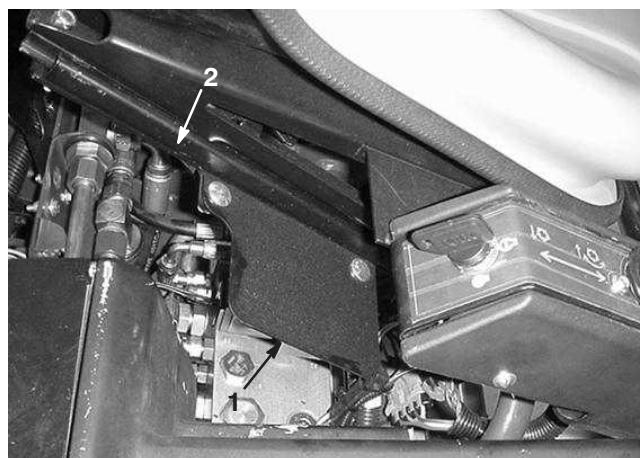

Figure 7
7. Montez la plaque de protection du distributeur hydraulique du côté droit du socle du siège au moyen de 2 boulons de carrossier (5/16 x 5/8 pouce) et écrous. Positionnez la plaque de protection comme illustré à la Figure 7.